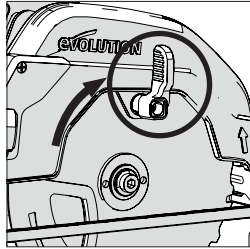

Fig. 5
- Gire la protección inferior de la hoja hacia dentro de la protección superior de la hoja usando la palanca de pulgar manual. (**Fig. 5**)